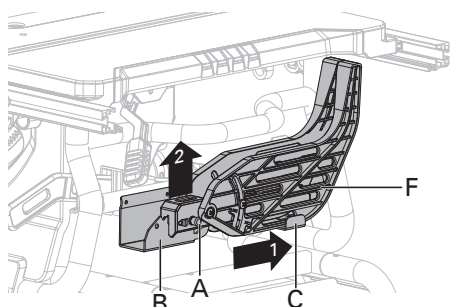

Fig. 9a
INSTALLATION DU PROTÈGE-LAME (Fig. 9a-9c)
- Tenir les boutons (A) (un de chaque côté du protège-lame) et les pousser en avant vers le devant du protège-lame et en haut jusqu'à ce que la goupille sorte de la fente dans le support de montage (rangement du protège-lame) (B) sur l'avant inférieur droit de la scie, puis retirer le protège-lame du support en U (rangement du protège-lame) (C) sur le milieu inférieur droit de la scie (Fig. 9a).